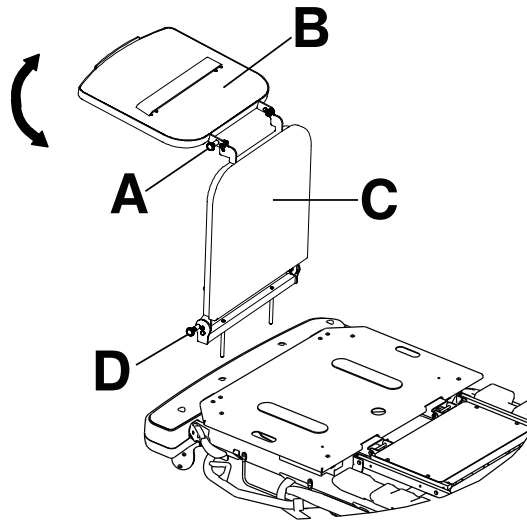

图 19 – 除颤器托盘/床尾延伸板
1. 拉出顶部旋钮 (A) (图 19)。
2. 旋转托盘 (B) 直至托盘在产品足端上方伸平。松开顶部旋钮 (A)。确保除颤器托盘锁定到位。
将除颤器托盘/床尾延伸板转变为床尾延伸板(图 19)：